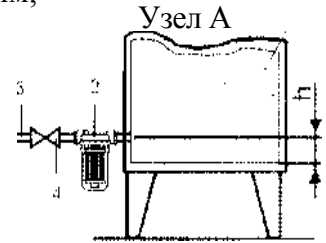

Рис.32.2
- г) отверстие, предназначенное для выхода топлива из топливного бака, располагается относительно уровня оси топливного насоса от "-300" до "+ 300" мм. На топливном баке расположение отверстия относительно нижнего уровня жидкости в этом баке, определяется конструкцией бака. Если высота "h" (см. рис. 32.2.) от нижнего уровня жидкости до отверстия менее 50мм, на выходе из топливного бака необходимо установить топливный фильтр.
Рис. 32.2.: 1 - расходный топливный бак; 2 - топливный фильтр расходного топливного бака; 3 - труба топливопровода, соединяющего расходный топливный бак с топливным насосом горелки котла; 4 - топливный кран.